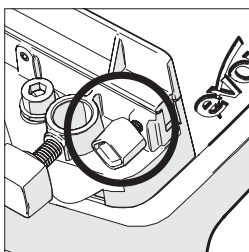

Abb. 5
- Lösen Sie die Daumenschraube. (**Abb. 5**)